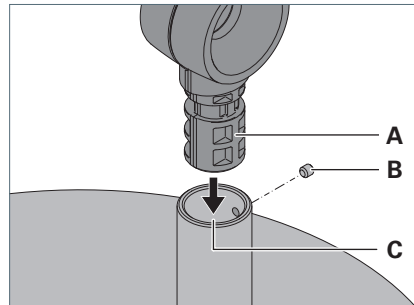

Fig. 2: Leuchte an Standfuß montieren.
- ▶ Stecken Sie den Zapfen **A** am Gestänge der Leuchte in die Öffnung **C** des Standfußes, siehe Fig. 2.